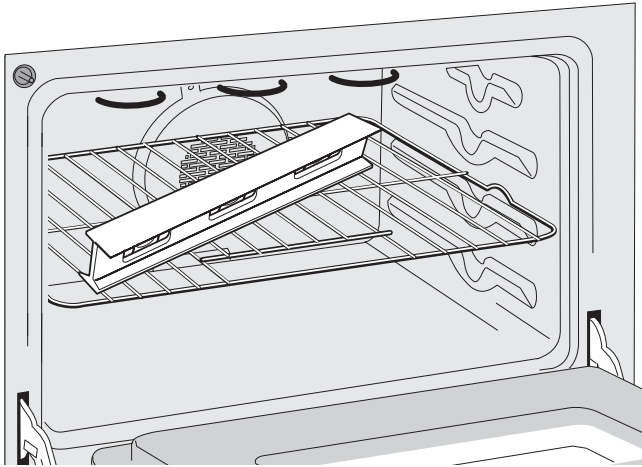

Figura 6: Nivelado de la cocina
2. Coloque un nivel en la parrilla (Figura 6). Realice 2 lecturas con el nivel colocado en diagonal, primero en una dirección y luego en la otra.